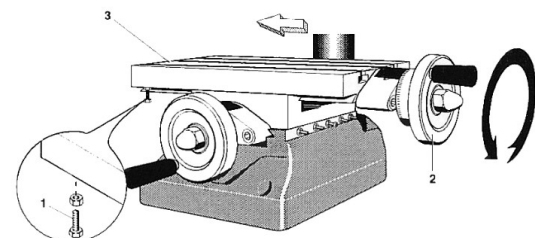

Fig. 9
1. Anschlagschraube 1 (Fig. 9) herausdrehen und Handrad 2 entgegen Uhrzeigersinn drehen, bis der Oberschlitten 3 abgenommen werden kann.
1. Unscrew the stop screw 1 (Fig. 9) and turn the hand wheel (2) counter-clockwise, until the upper slide (3) can be taken off.
1. Dévisser la vis de butée 1 (fig. 9) et tourner le volant (2) dans le sens contraire des aiguilles de montre jusqu'à ce que le chariot supérieur (3) puisse être déposé.
1. Svitare la vite d'arresto 1 (fig. 9) e girare il volantino (2) in senso antiorario finché la slitta superiore (3) può essere estratta.